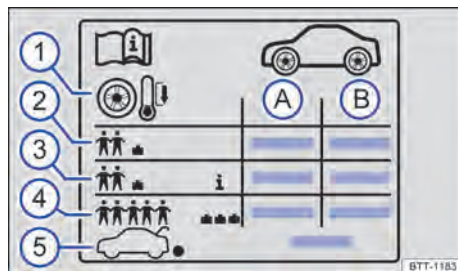

Fig. 156 Etiqueta con las presiones de los neumáticos
Indicaciones en el adhesivo de la presión de los neumáticos → fig. 156:
- Adecuar la presión de los neumáticos según la carga del vehículo → fig. 156 ③.